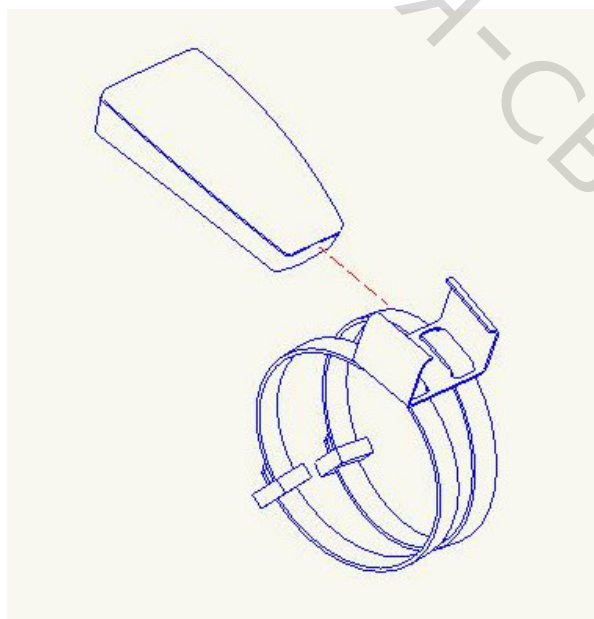

Рисунок 3
1.3.3.4 Крепление пультов управления по месту эксплуатации осуществляется с помощью кронштейнов (см. рис. 3), поставляемых по отдельному заказу.